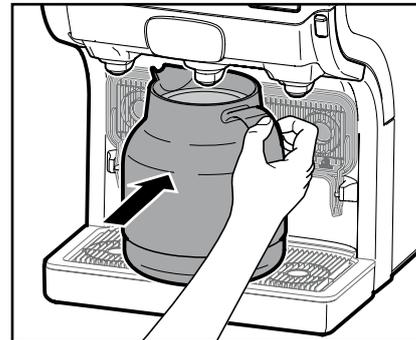

Fig. 12
- Placez votre verseuse sur le bac égouttoir (fig. 12). Il se pourrait qu'un pied spécial du distributeur soit requis pour les grandes verseuses.